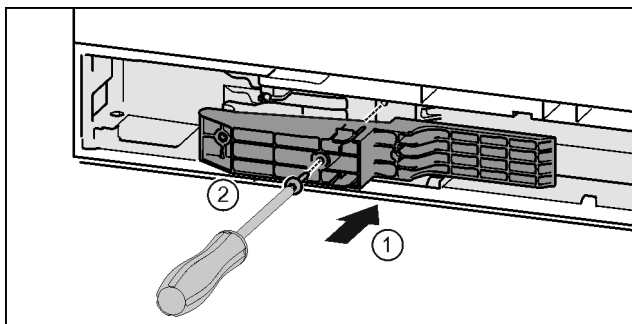

Fig. 36 *
- ▶ Adaptér nasadíte na strane rukoväte do vybrania. Fig. 36 (1)*
- ▶ Skrutkovačom T15 pevne zaskrutkujete skrutky. Fig. 36 (2)*